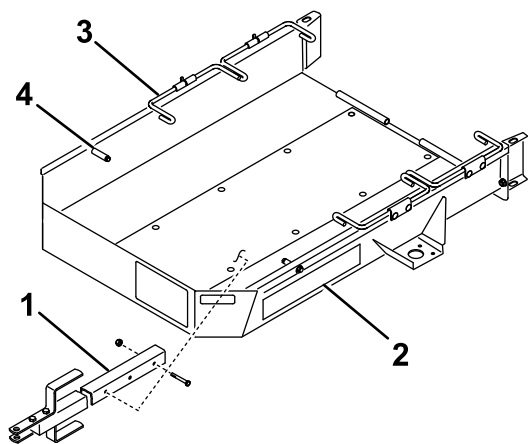

图2
4. 使用 2 个螺栓 $\frac{3}{8}$ x 2 $\frac{3}{4}$ 英寸和 2 个锁紧螺母将牵引杆总成安装到拖车底板下方的安装支架上 **图2**。
4. 将油门移至最低位置**缓慢地**将机器开到拖车上直至行走轮接触到拖车止动装置图2。
6. 将第一组车轮杆向下旋转到行走轮的后面图2。